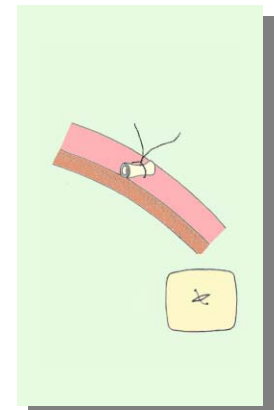

Figura 6
6) Alla fine dell'intervento, dopo l'estrazione dei tre quarti, liberare i capi del filo dai Klemmer (applicati per evitare che sfuggissero all'interno) ed annodarli eventualmente su tampone. Può preventivamente essere applicato un piccolo punto sui labbri della ferita cutanea (Figura 6).